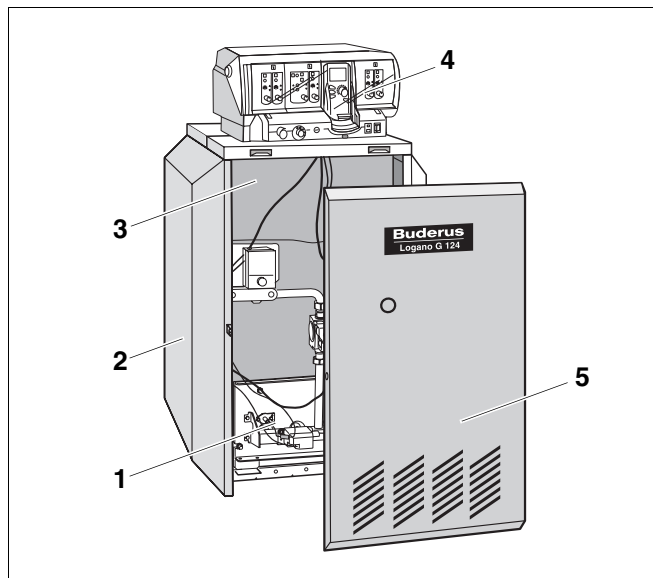

Fig. 1 Cazan special de încălzire cu gaz Logano G124 WS
Cazanul special de încălzire cu gaz Logano G124 WS (Fig. 1) este dotat din fabrică în mod complet cu un arzător cu gaz și cu un aparat de reglare.
- Blocul cazanului cu izolație termică (Fig. 1, **Poz. 3**) și arzător cu gaz (Fig. 1, **Poz. 1**).
- Mantaua cazanului (Fig. 1, **Poz. 2**) și peretele din față al cazanului (Fig. 1, **Poz. 5**).
- Aparat de reglare (Fig. 1, **Poz. 4**).